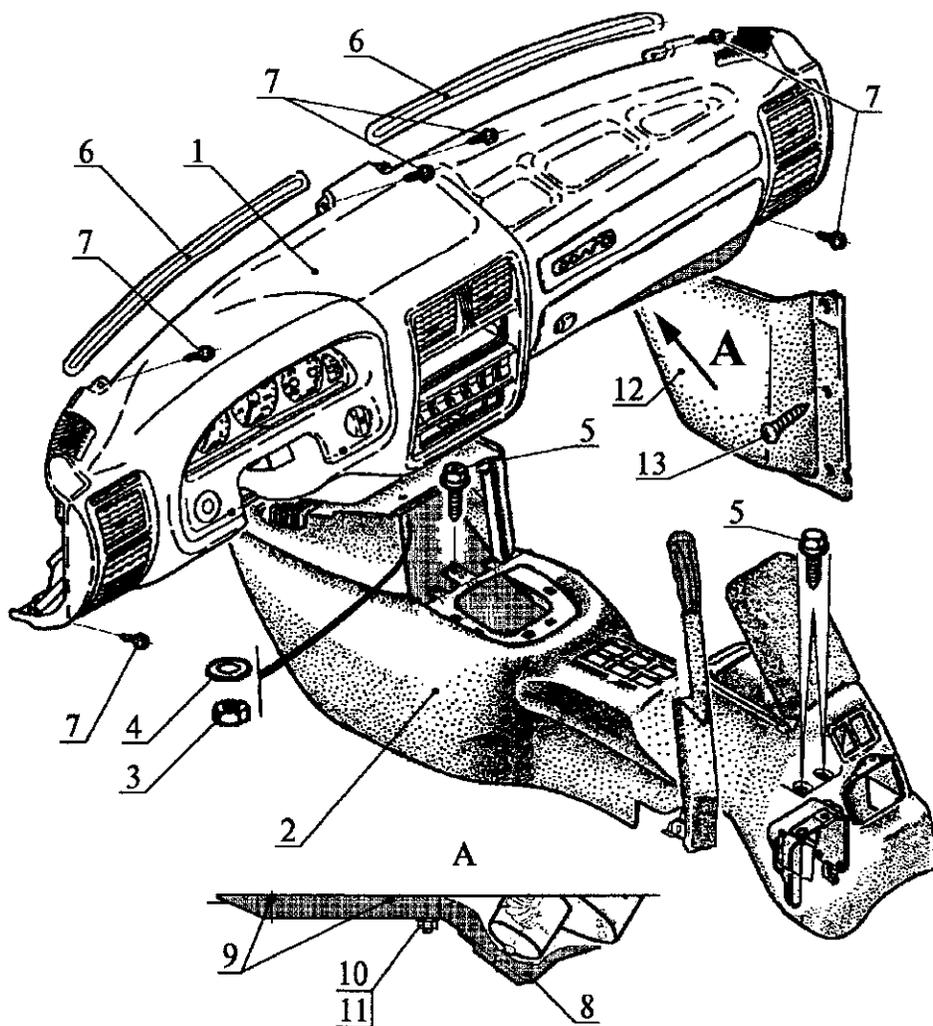

Рис. 24. Установка панели приборов, консоли, кожуха вентилятора и панели передка боковой внутренней правой:
5.7. Установить панель 1 (рис. 24) приборов и консоль 2 в последовательности, обратной снятию (см. пп. 4.24, 4.25)